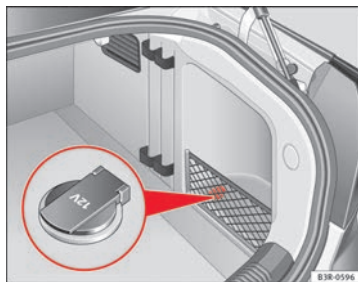

Abb. 125 Ausschnitt aus der Seitenverkleidung des Gepäckraums: 12-Volt-Steckdose
- Die Abdeckkappe der Steckdose anheben ⇒ Abb. 125.